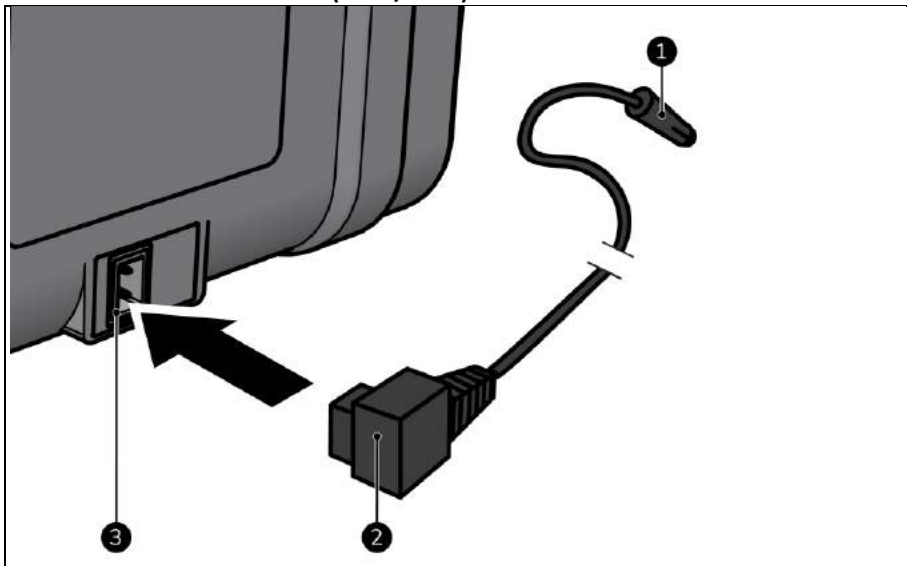

Figura 8
3. Introduceți conectorul de alimentare (Figura 8, poziția 2) în sursa de alimentare a dispozitivului (Figura 8, poziția 3).
4. Introduceți mufa de alimentare auxiliară (Figura 8, poziția 1) într-o sursă de alimentare auxiliară de 12 sau 24 V ușor accesibilă din vehicul sau ambarcațiune.